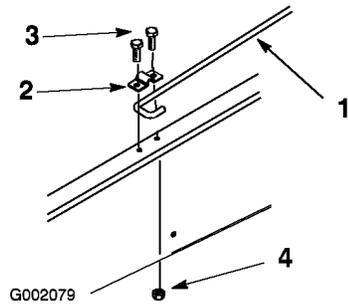

Figure 10
6. Desserrez le boulon de fixation de l'attache de la béquille jusqu'à ce que vous puissiez faire passer l'extrémité en J de la béquille sous l'attache (Figure 10)
7. Serrez le boulon et fixez l'autre côté de l'attache avec un nouveau boulon (5/16 x 3/4 pouce) et un nouvel écrou à embase (5/16 pouce) (Figure 10).